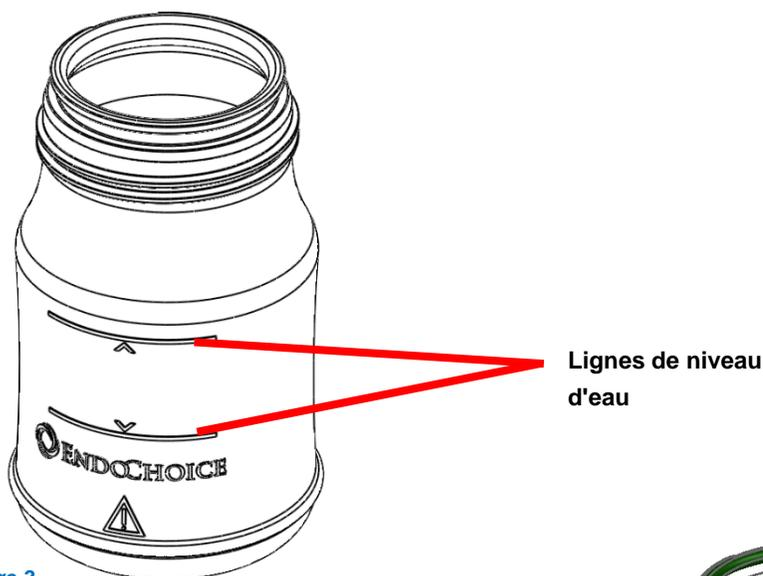

Figure 3.
- Si le joint torique est incorrectement fixé et le bouchon incorrectement vissé, l'insufflation de gaz et l'alimentation en eau peuvent s'avérer impossibles (voir Figure 3).